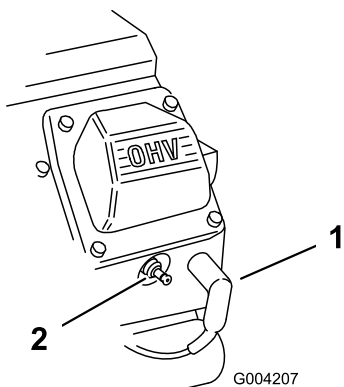

Figura 49
- Puxe os cabos das velas (Figura 49).
- Coloque os cabos nas velas de ignição (Figura 49).